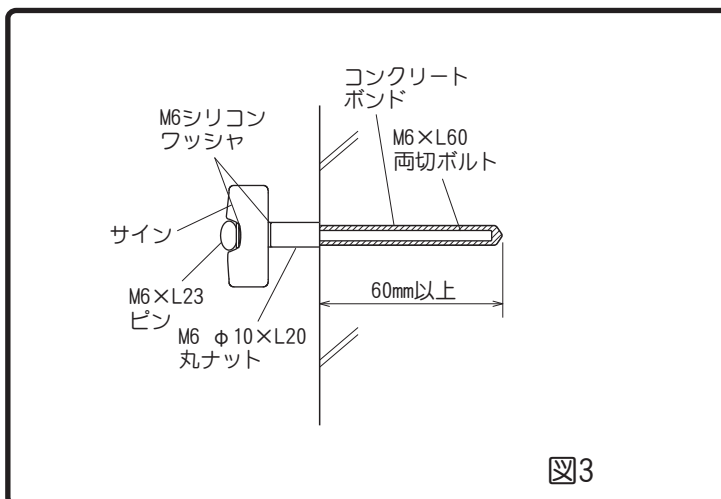

図3
- 【5】 コンクリートボンドを穴に充填してからサインを差し込みます。(図3)